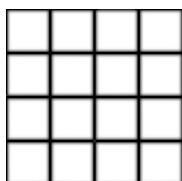

Fig.9.98
- [18] Sélectionnez le fichier Glassblkb.gif livré avec 3ds max (fig.9.98).